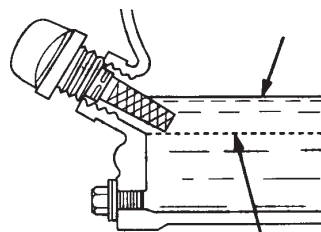

Figura 3. Varilla de Nivel de Aceite
4. Si el nivel de aceite es bajo (Figura 3), llene hasta el borde del nivel de aceite con el tipo de aceite recomendado (Tabla 5).